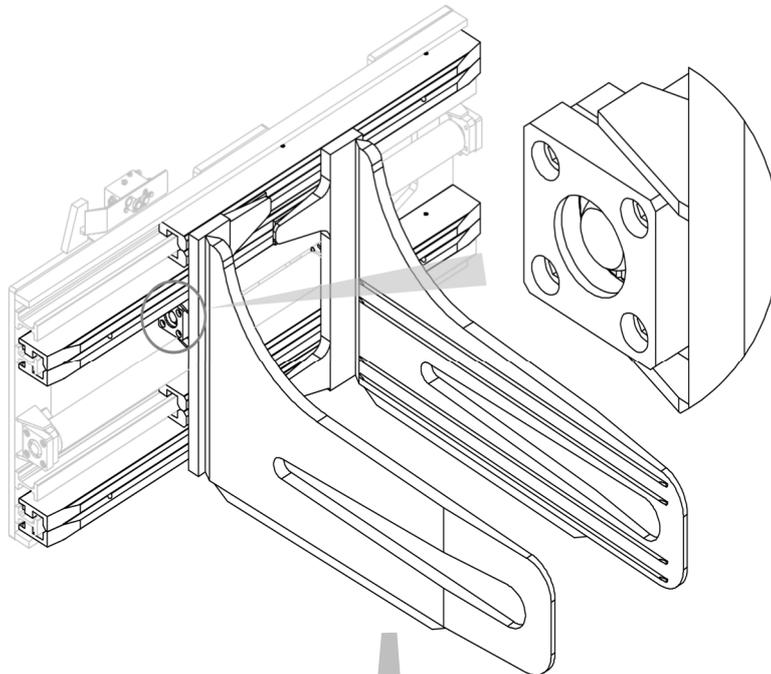
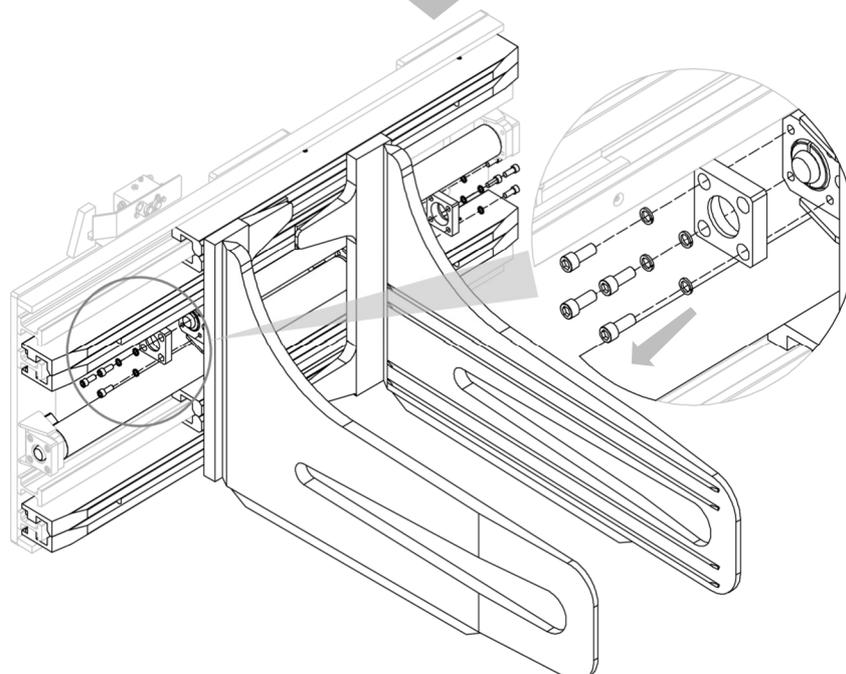

Abbildung 15
Abbildung 16
2. Entfernen Sie die Gegenflansche mit den entsprechenden Schrauben und Federringen, die die Backen an den Zylindern befestigen (siehe *Abbildung 15* und *Abbildung 16*).